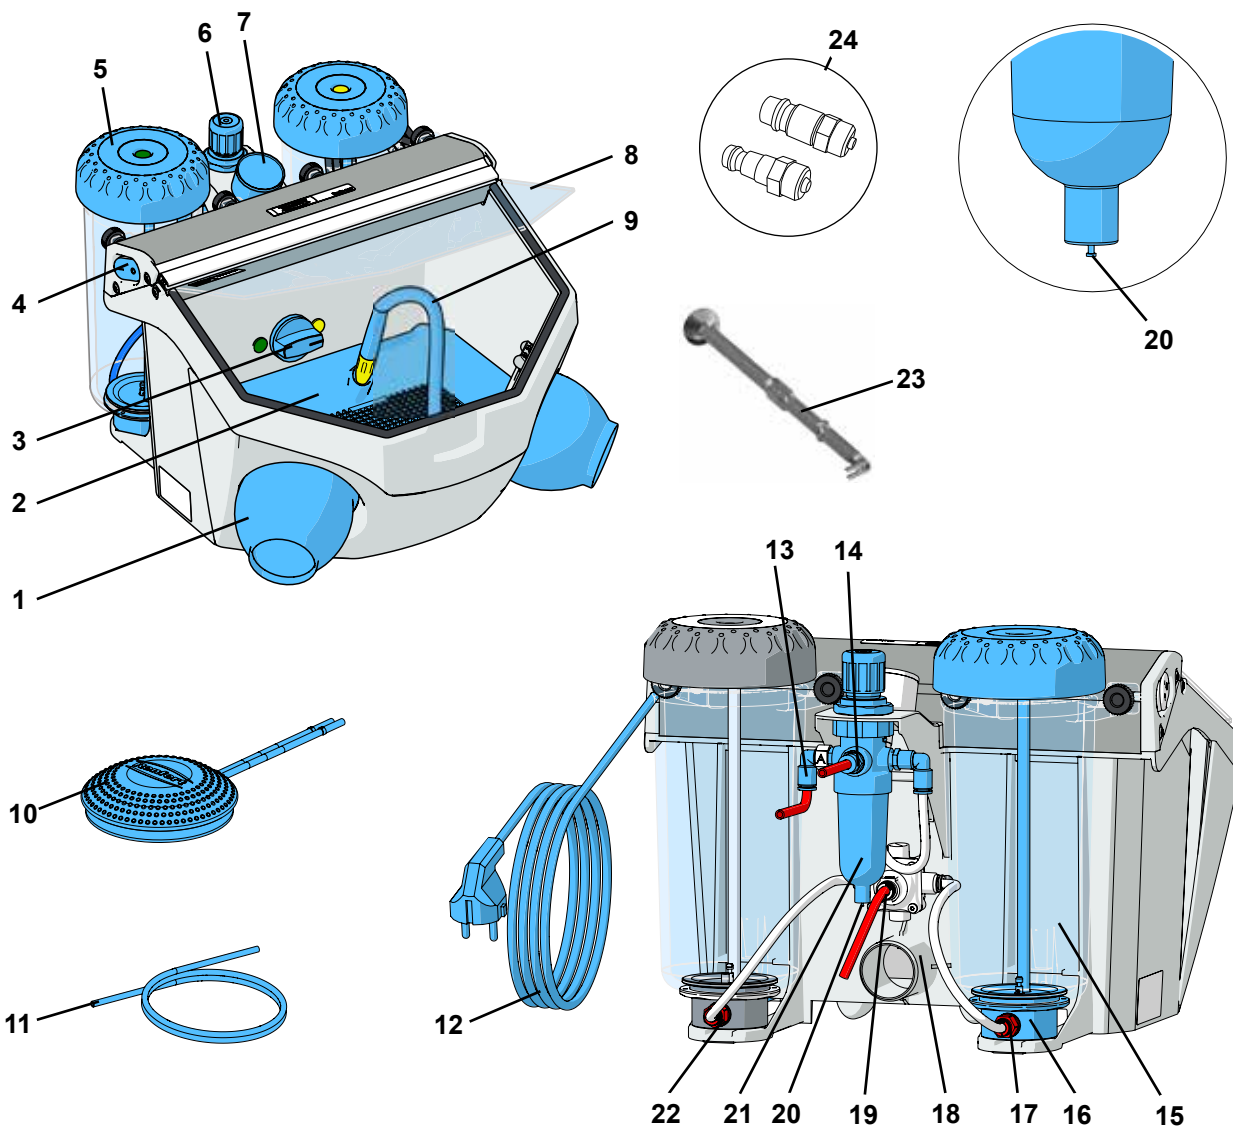

Fig. 1
- ⇒ Rul netkablet (12, fig. 1) ud.
- ⇒ Sæt udsugningens sugeslange på udsugningsrøret (18).